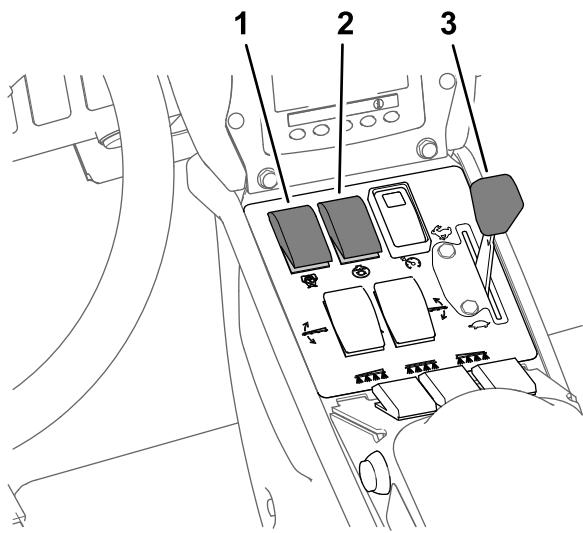

Рисунок 43
- Установите переключатель насоса в положение ВКЛ (Рисунок 43).
8. Передвиньте рычаг дроссельной заслонки в положение БЫСТРО (Рисунок 43) и дайте двигателю поработать в течение 10 минут.
6. Установите переключатель перемешивания в положение ВЫКЛ и переведите рычаг дроссельной заслонки в положение Быстро (Рисунок 43).